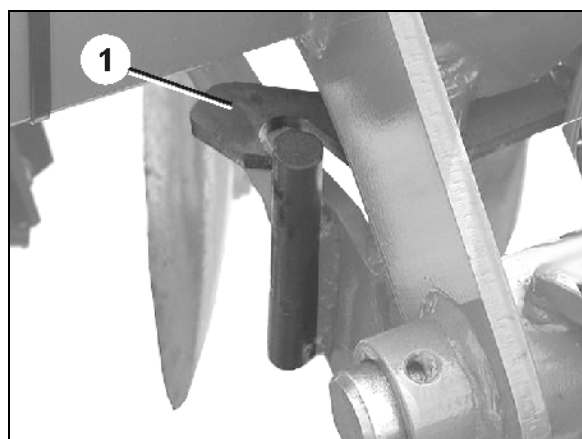

Fig. 27
- Bloquez les rangées de disques des deux côtés en position de transport avec le crochet de verrouillage (Fig. 27/1).
- Le crochet de verrouillage permet de déverrouiller les rangées de disques (Fig. 27/1).